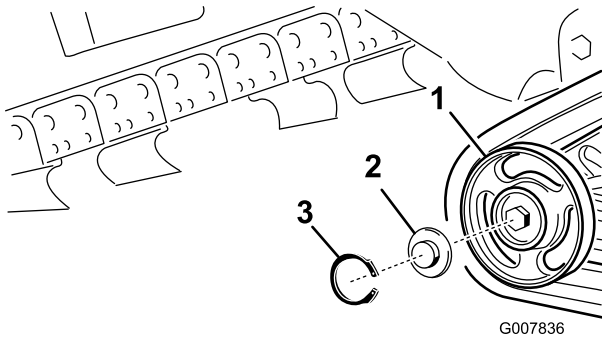

Bild 51
2. Nehmen Sie den Sprengring und die Kappe vom Straßenrad ab (**Bild 51**).
3. Prüfen Sie das Schmiermittel unter der Kappe und um die Dichtung (**Bild 51**). Wenn es schmutzig, körnig oder verbraucht ist, entfernen Sie das gesamte Schmiermittel, wechseln Sie die Dichtung aus und fügen Sie neues Schmiermittel hinzu.
5. Setzen Sie die eingefettete Straßenradkappe auf den Schraubenkopf (**Bild 51**).
6. Befestigen Sie die Straßenradkappe mit dem Sprengring (**Bild 51**).